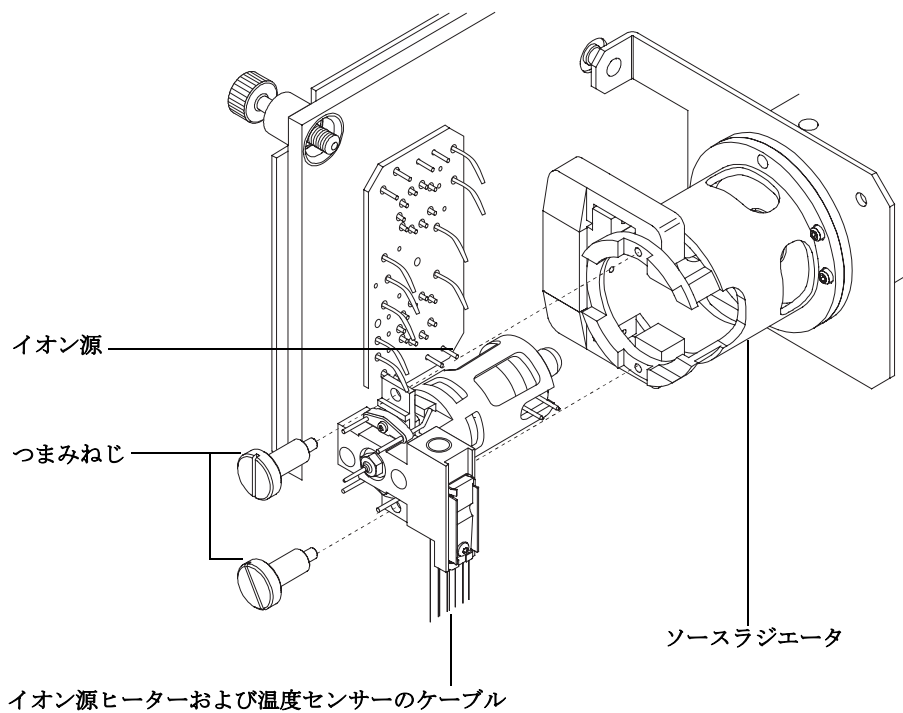

図 24 EI イオン源の取り付け
- 1 イオン源を、ソースラジエータの中へ入れます (図 24)。